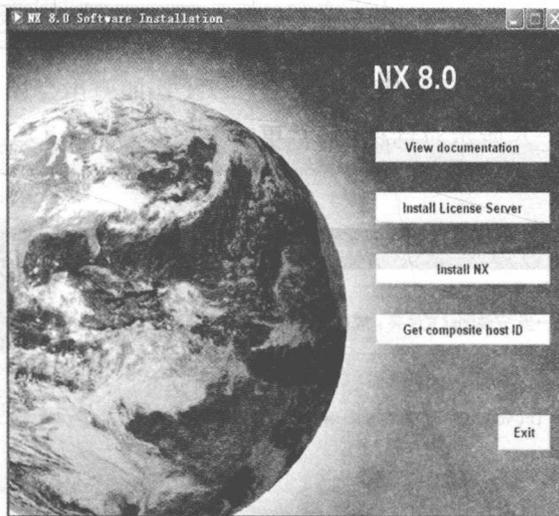
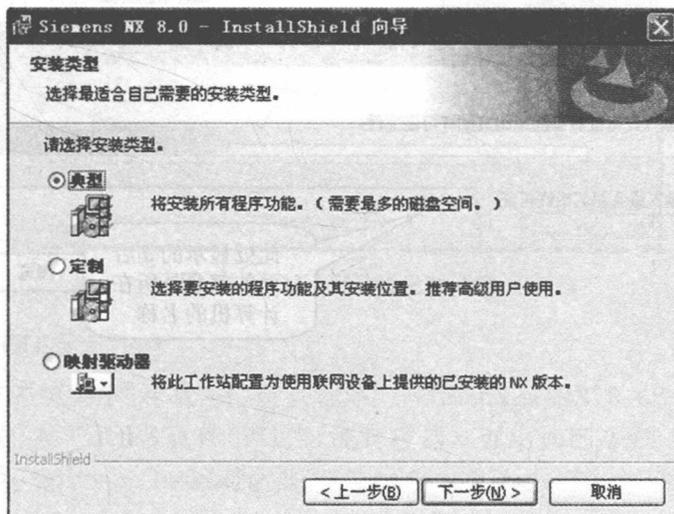

图 1-2-3 安装初始界面
图 1-2-8 选择安装类型
(1) 打开安装光盘,找到 launch.exe 文件,双击执行,出现如图 1-2-3 所示的安装界面。
(1) 单击图 1-2-3 中的 **Install NX** 按钮。与前面一样，选择安装语言时，选择“中文(简体)”。此时会出现如图 1-2-8 所示的对话框。